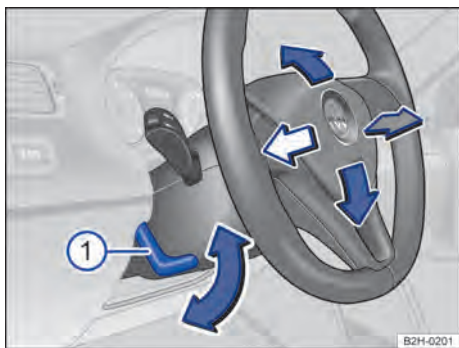

Fig. 46 Ajustar a posição do volante mecanicamente.
- Virar a alavanca → Fig. 46 ① para baixo.